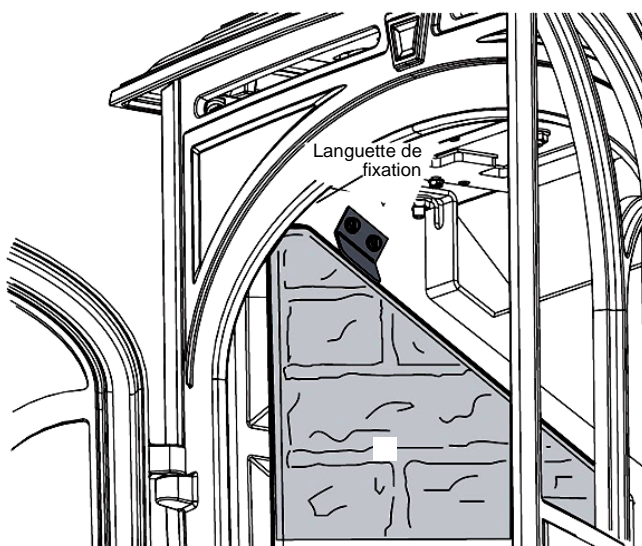
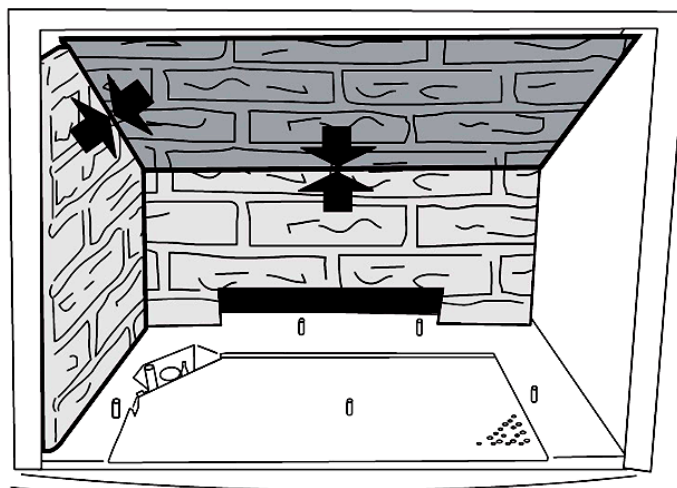

Figure 33. Fixez le panneau latéral avec la languette.
Figure 34. Installez les panneaux latéraux et supérieur.
2. Pliez légèrement la languette de fixation, de chaque côté de la chambre de combustion. Voir fig. 33. Mettez en place un panneau latéral et pliez la languette de fixation vers le bas pour fixer le panneau. Placez le panneau supérieur sur le panneau inférieur, de façon à aligner les joints de mortier avec ceux des panneaux adjacents. Tenez-le en place tout en plaçant le panneau latéral opposé contre la paroi. Fig. 34.
3. Ajustez le panneau supérieur. Vous devez installer le panneau supérieur au bas et à l'arrière pour qu'il ne reste aucun espace vide aux joints du panneau, tel qu'indiqué par les flèches de la Fig. 34.